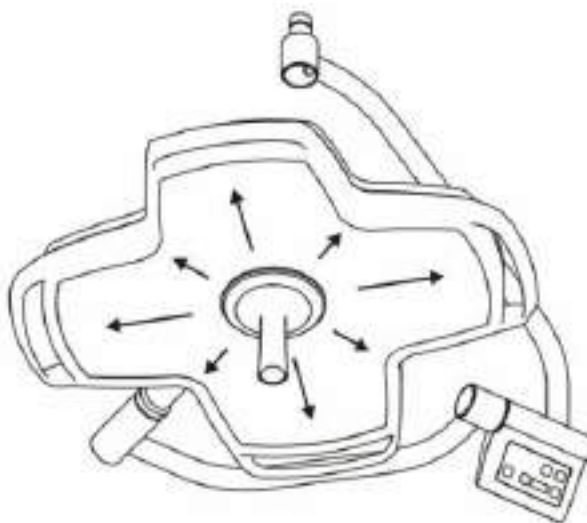

Рисунок 3-1. Чистка стекла
- При чистке и дезинфекции стекла осветительного блока его следует протирать радиально от центра к краям, как показано на Рисунок 3-1. Не следует водить тканью вперед-назад или по кругу. Невыполнение данного требования может привести к повреждению поверхности стекла.